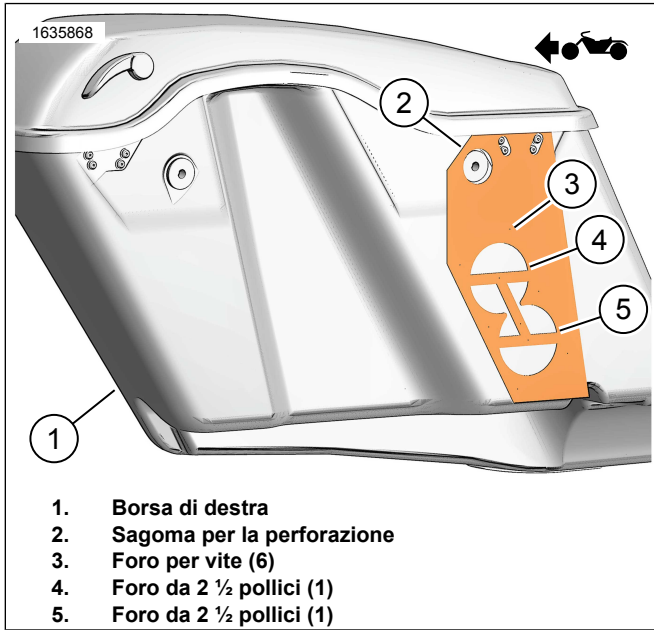

Figura 2. Borsa destra
1. Figura 2 Posizionare la dima di foratura (2) sulla borsa destra (1).
2. Modificare la borsa di destra (1).